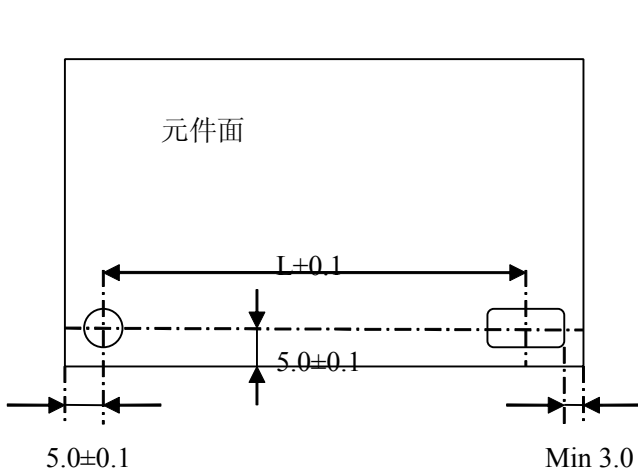

图 4
- 3.2.1 采用电插的印制板应在最长的一条边上设置主副两个电插定位孔。如图 4 所示（元件面）。其中左下角为主定位孔，孔径为 $\varnothing 4.0\text{mm}$ ；右下角为副定位孔，其孔径尺寸应为 $4.0\text{mm}\times 5.0\text{mm}$ 的长孔。